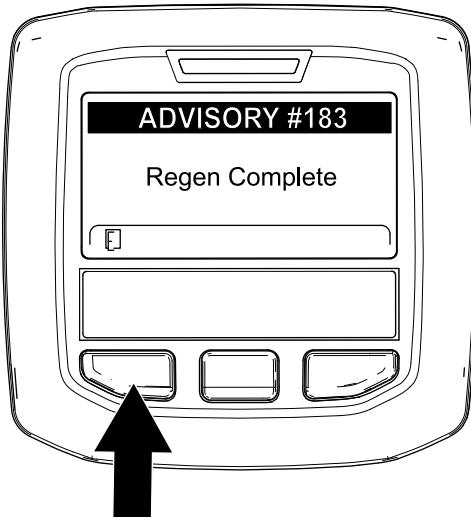

Bild 65
- Wenn der Motorcomputer eine geparkte Regenerierung oder eine Wiederherstellung-Regenerierung abschließt, wird im InfoCenter ADVISORY #183 (Bild 65) angezeigt. Drücken Sie die linke Taste, um den Homebildschirm anzuzeigen.
**Hinweis:** Wenn die Regenerierung nicht abgeschlossen wird, wird im InfoCenter „Advisory #184“ (Bild 65) angezeigt. Drücken Sie die linke Taste, um den Homebildschirm anzuzeigen.